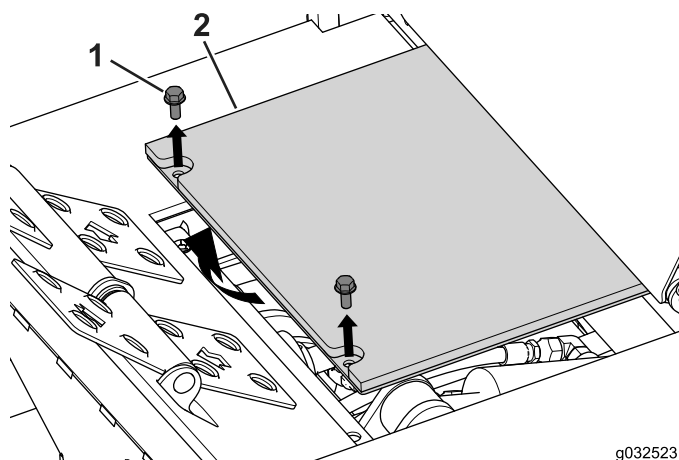

Bild 101
1. Entfernen Sie die 2 Schrauben, mit denen die Abdeckung der Bodenplatte befestigt ist, und nehmen Sie die Abdeckung ab (Bild 101).